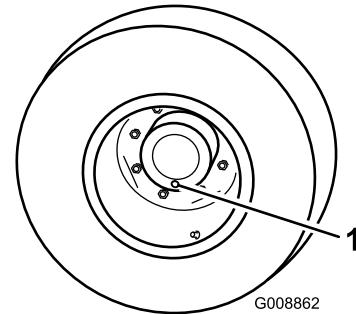

Bild 103
1. Stellen Sie die Maschine auf einer ebenen Fläche ab und positionieren Sie das Rad so, dass sich eine der Prüfschrauben in der untersten Stellung (6 Uhr) befindet (**Bild 103**).